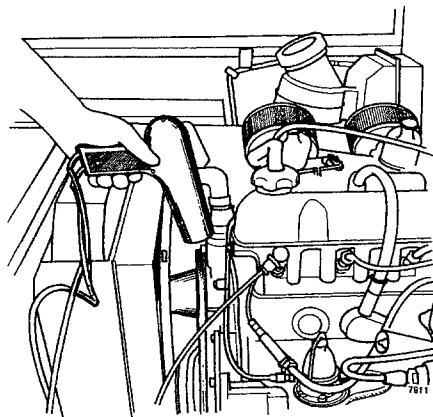

Fig 06-51. Tändinställning
2. Anslut en kabel mellan 1:a cylinderns tändstift via mellanstycket enligt fig 06-51 till tändstiftets kabel.